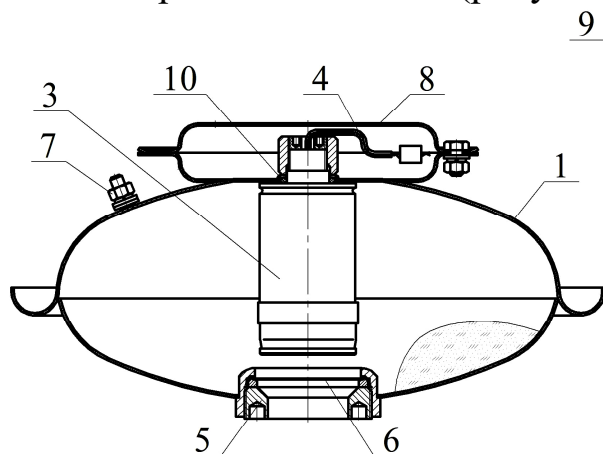
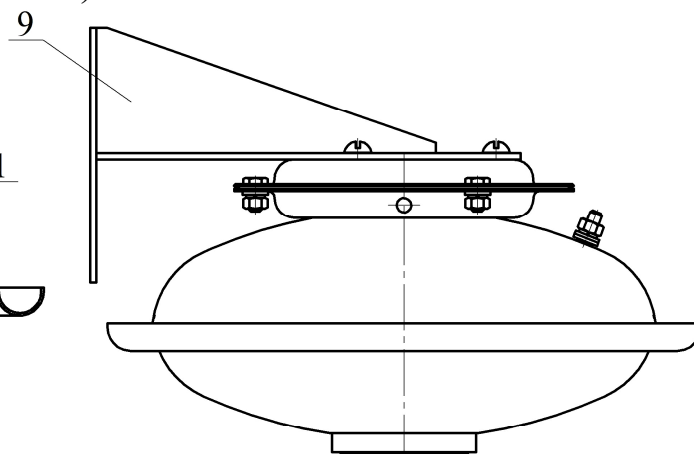

Рисунок 1
Рисунок 2
4.1.1 МПП (см. рисунки 1 и 2) состоит из корпуса **1**, в котором размещаются огнетушащий порошок (ОП) **2** и источник холодного газа (ИХГ) **3** с элементом электропусковым **4**. В нижней части корпуса находится насадок - распылитель **5**, выходное отверстие которого перекрыто мембраной **6**. Модуль имеет заземляющий зажим **7**. В верхней части МПП снабжён кронштейном **8** для крепления к потолочному перекрытию (рисунок 1) или кронштейном **9** для крепления к стене (рисунок 2).
6.2 Закрепить кронштейн 8 (см. рисунок 1) на потолке или кронштейн 9 (см. рисунок 2) на стене. Координаты отверстий в кронштейне, предназначенном для крепления МПП на потолке, приведены на рисунке 4а), на стене – на рисунке 4б).